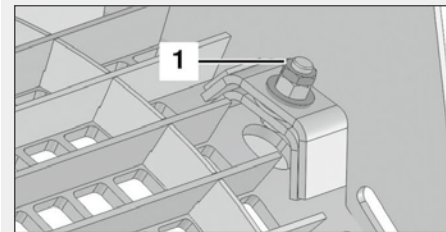

Abb. 12: Heckkorbwechselgitter fest anziehen
17. Heckkorbwechselgitter mit zweiter Sechskantmutter (Abb. 12/1) unten an der Heckkorbwechselgitteraufnahme fest anziehen.